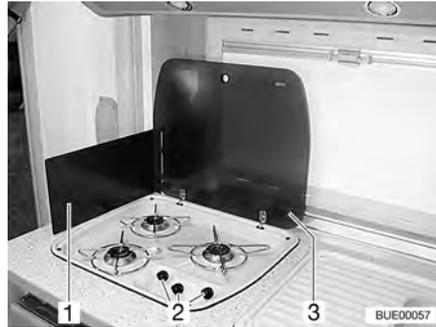

Fig. 180 Réchaud à gaz
- Ouvrir le couvercle du réchaud à gaz (Fig. 180,3).
- Selon le modèle, relever l'écran pare-flammes (Fig. 180,1) ou le mettre en place.
- Tourner le bouton tournant (Fig. 180,2) du brûleur désiré en position d'allumage (grande flamme).